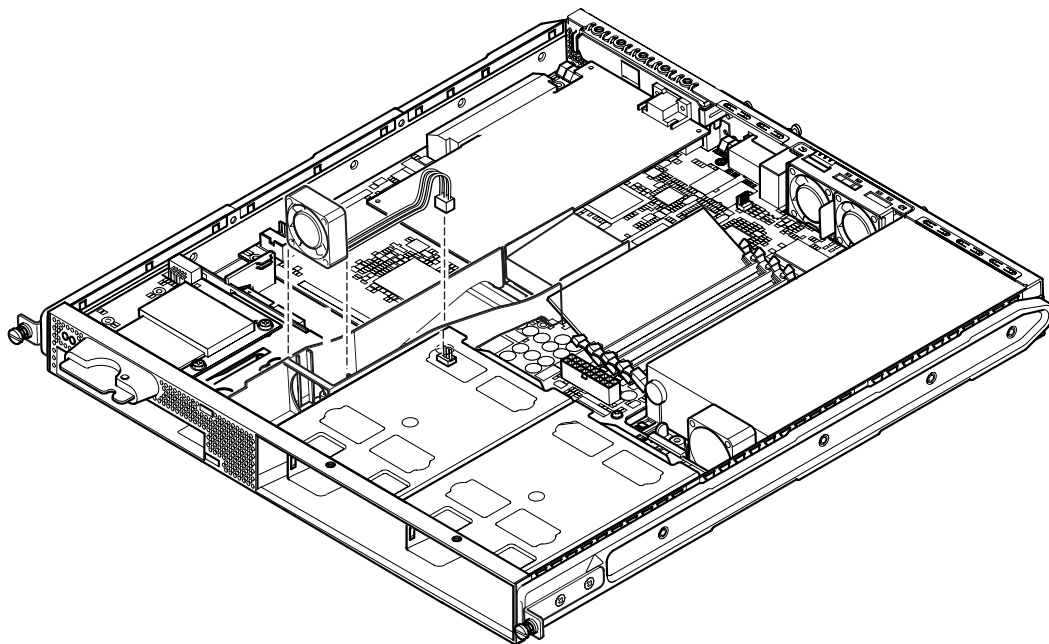

РИС. 11-11 Отсоединение кабеля питания и извлечение вентилятора 3
2. Вскрыв сервер и положив его на антистатическую подкладку, а также надев на запястье надлежащим образом заземленный антистатический браслет, отсоедините кабель питания вентилятора (см. РИС. 11-11).